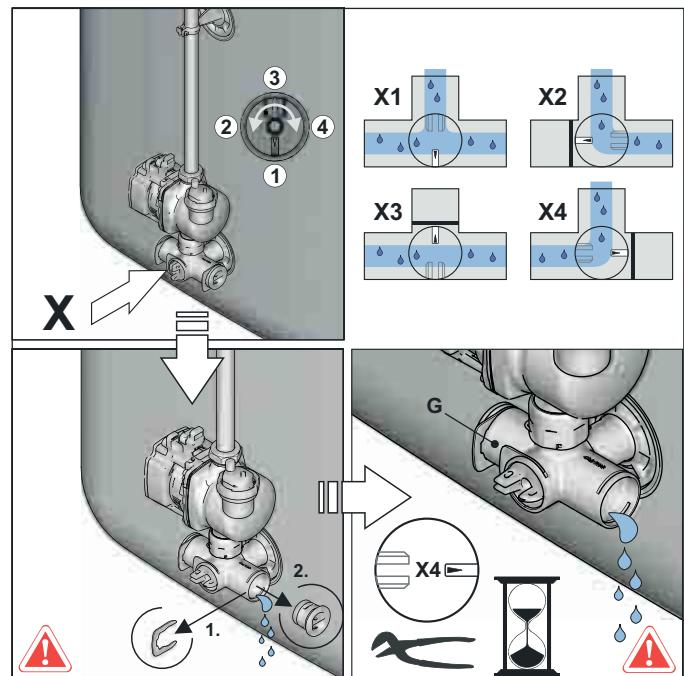

Bild 5-2 Ventileinsatz absperren, Blindstopfen vom Anschlusswinkel entfernen
- Ventileinsatz am Anschlusswinkel so einstellen, dass der Weg zum Blindstopfen abgesperrt ist (Bild 5-2).
- Blindstopfen vom Anschlusswinkel entfernen (Bild 5-2) und geeignete Auffangwanne unterstellen.
- Ventileinsatz am Anschlusswinkel so einstellen, dass der Weg zum Ablaufschlauch geöffnet wird (siehe auch Bild 5-2) und Wasserinhalt des Speicherbehälters ablassen.